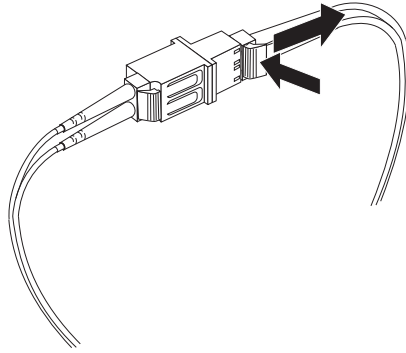

図 36. LC-SC ファイバー・チャンネル・ケーブル・アダプターからの LC-LC ファイバー・チャンネル・ケーブルの取り外し
2. コネクタを慎重に引っ張って取り外します。53 ページの図 36 に示されているように、LC-SC ケーブル・アダプターから LC-LC ケーブルを取り外すときには、ケーブルではなくコネクタをつかむようにしてください。